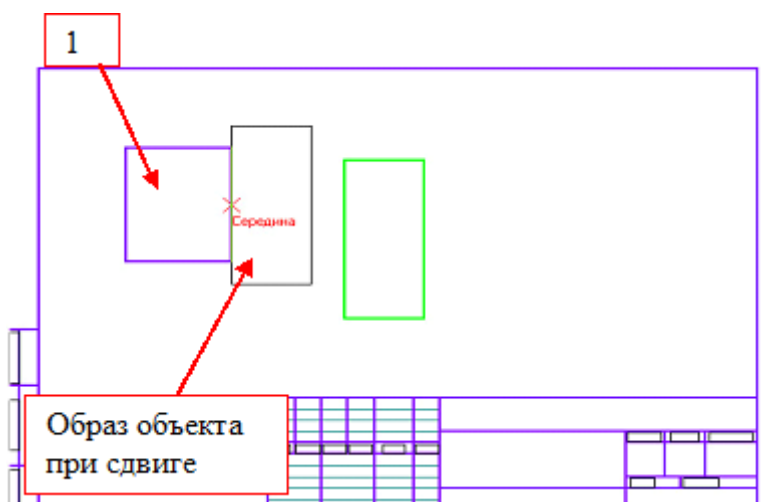

Рис. 6.
15. Подведите курсор к середине левой стороны второго прямоугольника. Когда курсор изменит свой вид, нажмите ЛКМ и, удерживая ее, перетащите прямоугольник к середине первого прямоугольника (рис. 6), зафиксируйте середины прямоугольников ЛКМ (нажать 1 раз). Выполните завершение текущей команды, нажав кнопку **Создать объект** на панели специального управления.
16. Выделите ЛКМ первый прямоугольник (рис. 6), при выделении объект меняет цвет (зеленый)